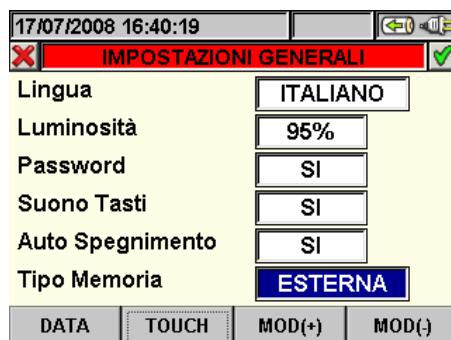

Fig. 16: Videata Impostazione Tipo Memoria
1. Posizionare il cursore con i tasti freccia alto o basso sul campo corrispondente alla voce "Tipo Memoria" evidenziandolo su sfondo blu, come mostrato in Fig. 16: